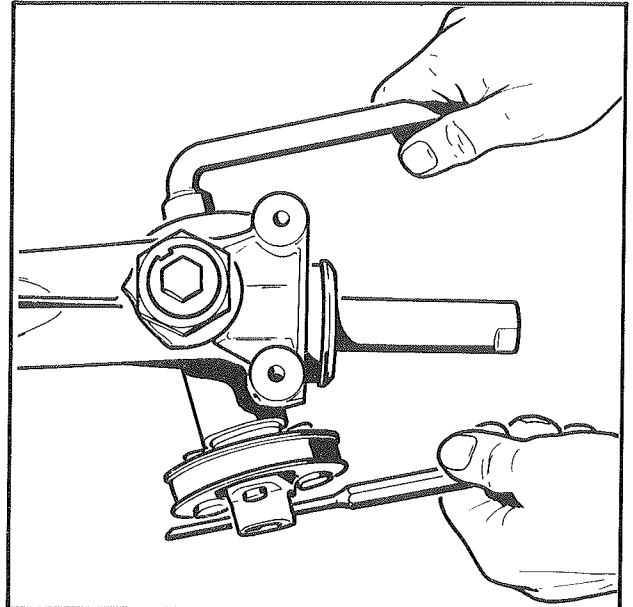

Fig. 6
- Déposer l'écrou nylstop en bout d'arbre de pignon (fig. 6)